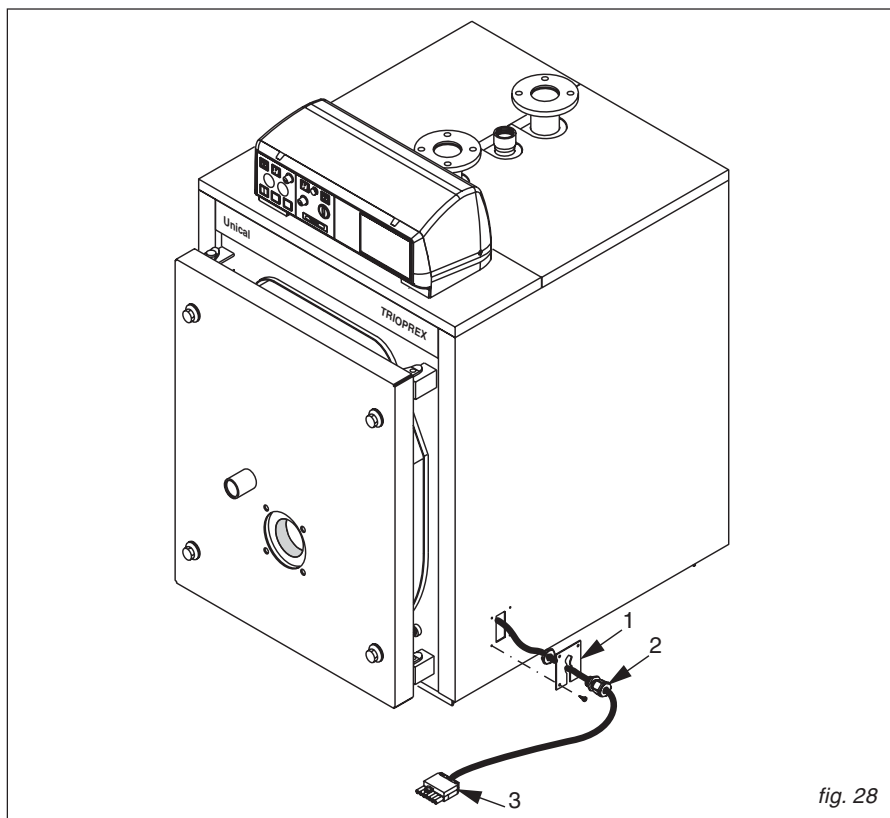

fig. 28
Het bedieningspaneel (standard of met weersafhankelijke regeling) is voorzien van een branderkabel met Europese 7-polige stekker (3) - zie ook fig. 28 - en van een kabelklem (2).